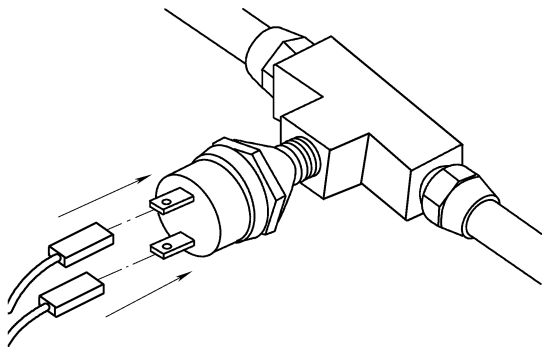

图 5-69 连接制动踏板开关的两个导线插头
② 将两个导线插头连接到制动踏板位置开关上, 如图 5-69 所示。
(4) 电阻检查